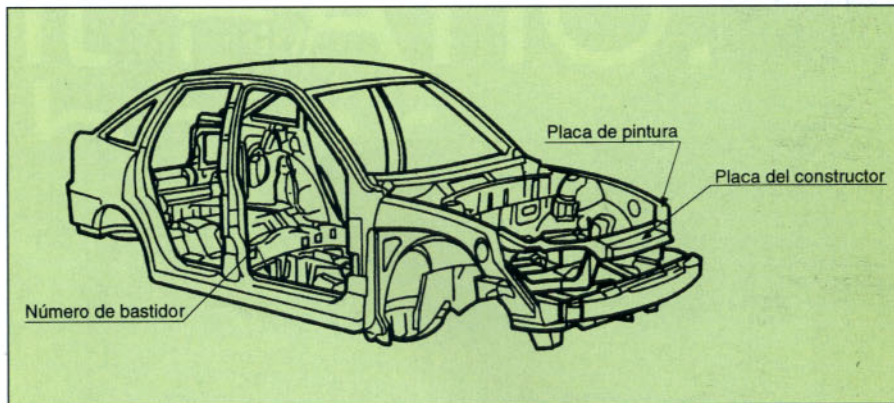
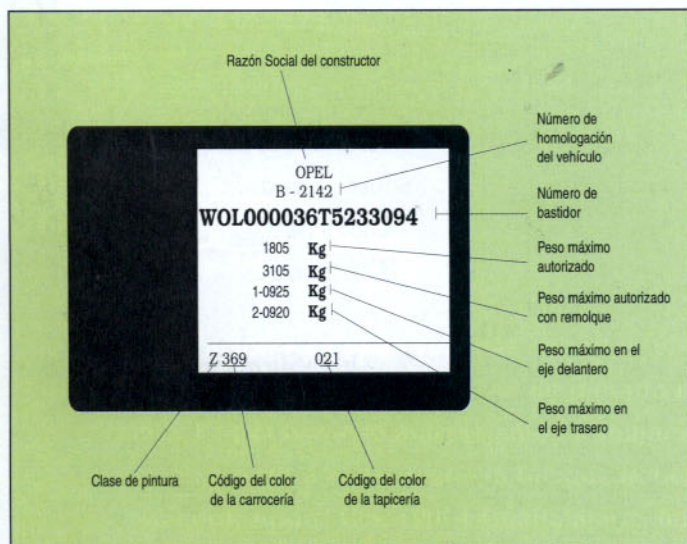

Figura 1. Situación de las placas de identificación del vehículo.
Figura 2. Placa del constructor.
La situación de estos datos se refleja en la figura 1.
• **La placa del constructor** se encuentra situada en la travesía superior de la lantera (figura 1). En la figura 2 se indican los datos recogidos en dicha placa.